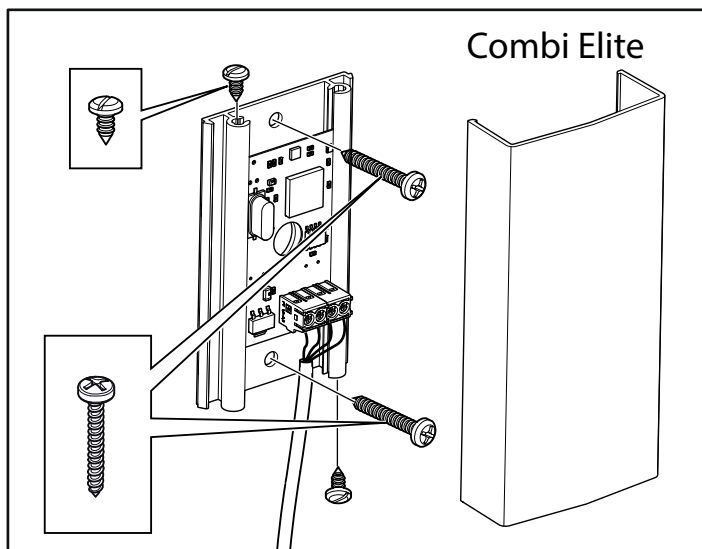

Rysunek 13. Montaż osłony zbiornika wody, kratki miseczki na zioła i nawilżacza powietrza/zbiorniczka na esencje zapachowe
11. Zamontuj osłonę zbiornika wody, kratkę miseczki na zioła i nawilżacz powietrza/zbiorniczek na esencje zapachowe (patrz rys. 13).